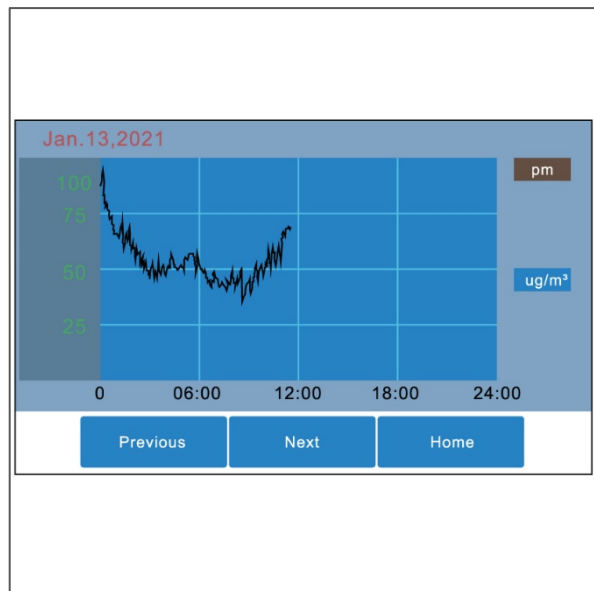

Figura 13
2. É apresentada a visão geral PM (Figura 13).